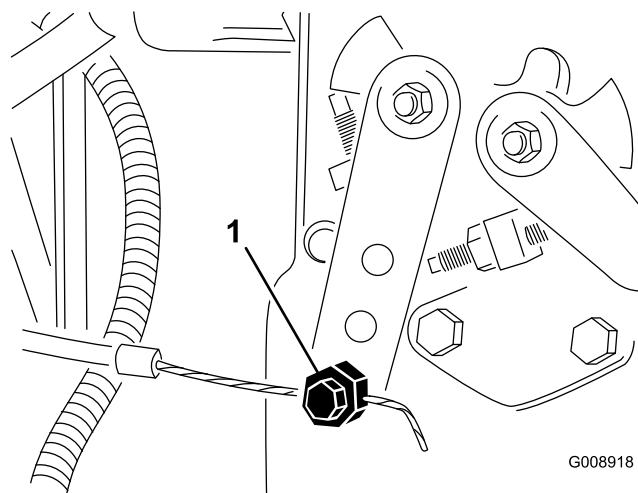

Figura 73
2. Desaperte o conector do cabo do regulador no braço da alavanca da bomba de injeção (Figura 73).